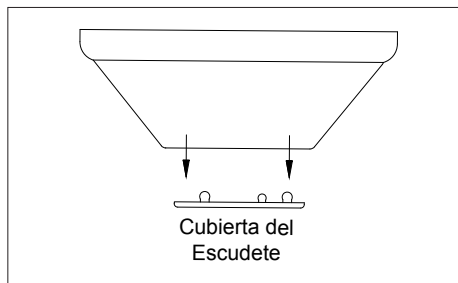

Figura 8
3. Remover la cubierta decorativa en la parte de abajo del escudete presianando los 3 botones de la cubierta. (Figura 8)